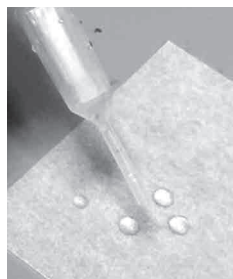

図1
- (1) スポイトを使って、クッキングシートの上に水滴を落とします（図1）。
- (2) つまようじで水滴に触れると、水滴はどうなるか観察します。
- (3) ほんのわずかな台所用洗剤をつけたつまようじで水滴に触れると、水滴はどうなるか観察します。